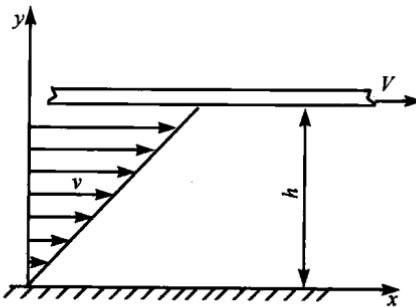

图 1-2
**【题 2】** (华南理工大学 2006 年) 一无限大平板在另一固定平面上作如图 1-2 所示的平行运动,  $v = 0.3 \text{m/s}$ , 间隙高